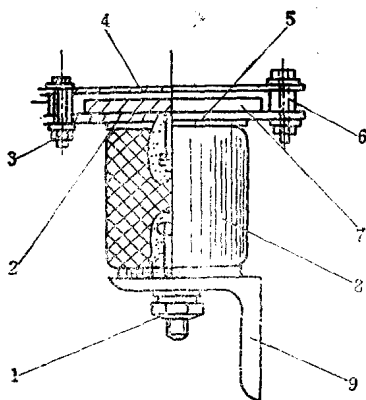

图 1-10
(6) 吊母线上架:一根根母排分段上架,用上夹板(建议用铝夹板)固定(上下夹板之间加垫套管)。注意:当母线平置时,母排支持夹板与母排间保持1.0~1.5mm间隙;当母排立置时,上部夹板与母排之间保持1.5~2.0mm的间隙。还要注意:上下夹板不能都用铁制的,因为螺栓通常是铁制的,所以上下夹板至少有一块是铝制的(也可以是铜制的),使其不能成为闭合磁路。母排在绝缘子上的固定方法如图1-10所示。